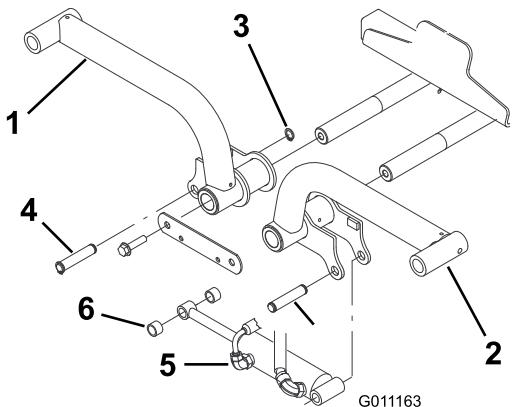

Figura 15
4. Introduzca los brazos de elevación en los ejes pivotantes de los brazos de elevación (Figura 15), y sujetelos con una pletina de unión y los pernos que retiró anteriormente.